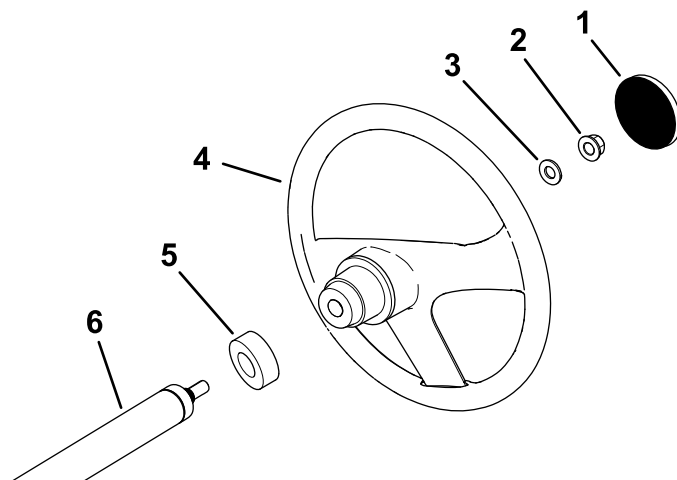

Bild 3
- Nehmen Sie die Abdeckung (falls vorhanden) von der Nabe des Lenkrads ab (**Bild 3**).
- Entfernen Sie die Sicherungsmutter (½") von der Lenkwelle (**Bild 3**).
- Schieben Sie das Lenkrad, die Staubabdeckung und die Scheibe (½") auf die Lenkwelle (**Bild 3**).
- Befestigen Sie die Abdeckung am Lenkrad (**Bild 3**).